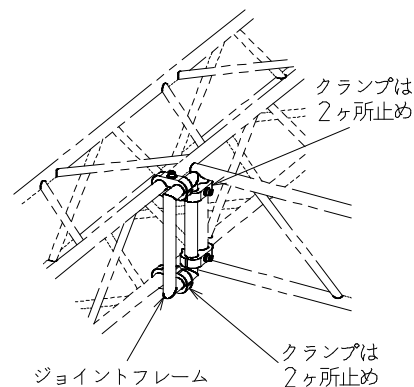

図2 ジョイントフレーム連結状態
- ①クランプ } 別売クランプセット
- ②六角棒スパナ } (ATC-C型)
1. 図2のようにジョイントフレームを角トラスに、クランプでしっかり固定してください。